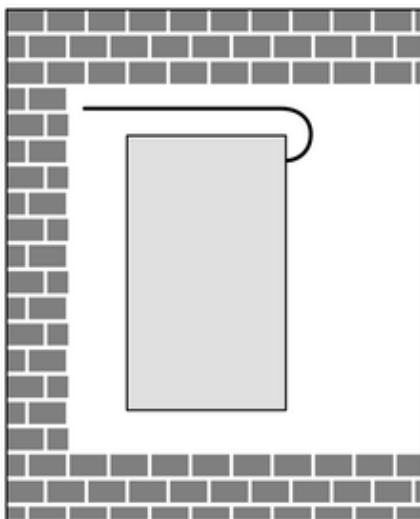

Figura 4: Montaje en caja
- i** Colocar la antena de la manera más extendida posible (figura 4).